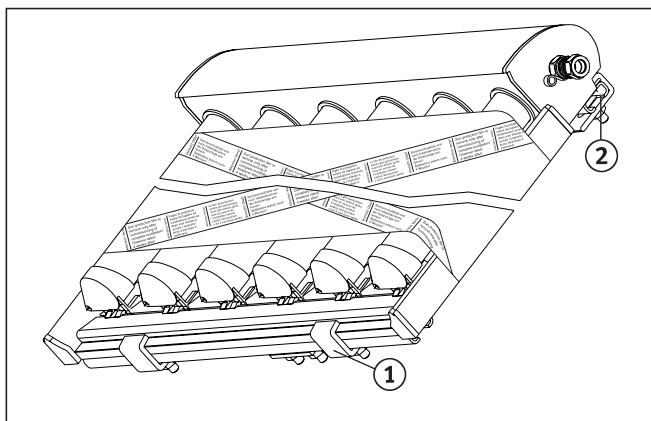

Abb. 6.13 Montage des Kollektors
- Legen Sie den Kollektor auf die Auflageschienen und lassen Sie ihn in die untere Krallen rutschen (Abb. 6.13, Pos. 1).